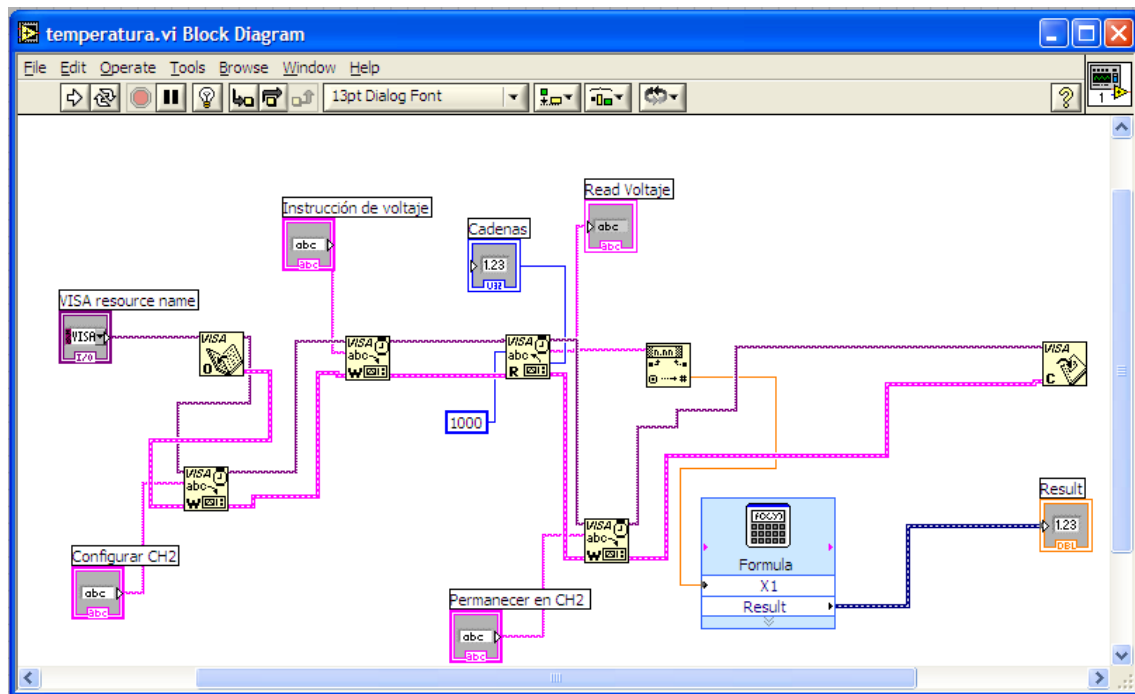

Figura 7.18: Diagrama a bloques del programa LabView para adquirir temperatura.
1. **La herramienta VISA Open se utiliza para abrir la sesión de VISA (figura 7.18).**